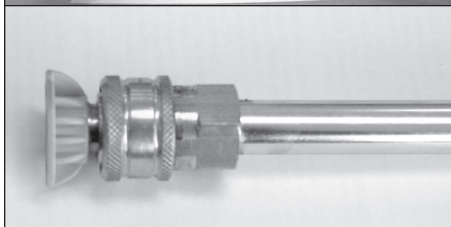

Figura 7 - Instalación de la boquilla de conexión rápida
6. Instale la boquilla de conexión rápida halando hacia atrás el anillo retráctil y presione la boquilla hacia adentro. Suelte el anillo, asegúrese de que vuelva por completo a su posición hacia adelante y que la boquilla quede firmemente insertada (ver figura 7).